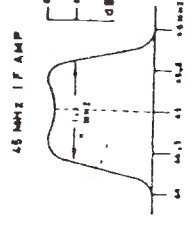

Fig. 2
3) Controllare la curva di banda passante swippando con un generatore variabile e ritarare, se necessario, fino a che la curva di banda passante risulti la più stretta possibile e conforme alla fig. 2.